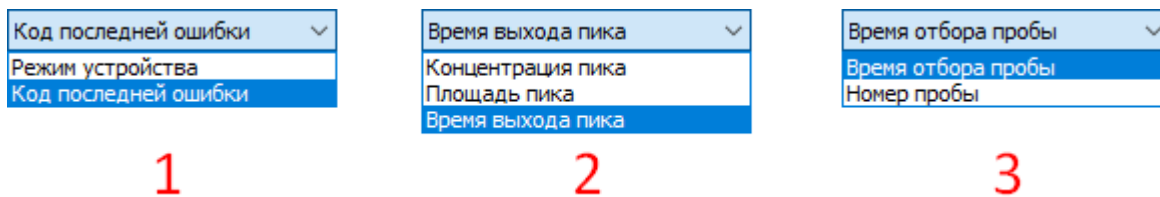

Рис. 4.8
8. Поле «Данные». Здесь необходимо выбрать конкретные данные, которые будут передаваться в Modbus Master-устройство, рис. 4.8;